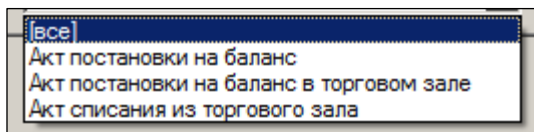

Рисунок 61 – Тип акта списания/постановки на баланс ЕГАИС
- **Тип акта** – признак акта (Рисунок 61). Необходимо, чтобы различать акт постановки на баланс в торговом зале от акта постановки на баланс склада и акта списания в торговом зале. Интерфейс раздела не позволяет редактировать содержание спецификации актов, сформированных из раздела **Инвентаризация ЕГАИС**.